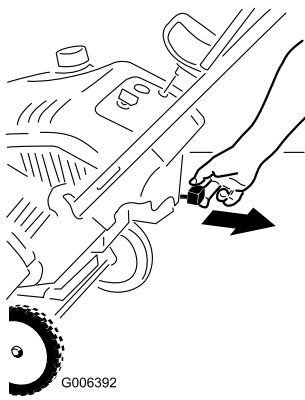

Figure 13
2. Tirez la manette de starter (Figure 13).